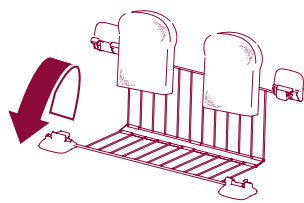

Fig. 13
- 1 Ouvrir la pince, en appuyant sur ses deux poignées. Y introduire une ou deux tranches de pain (fig. 13).